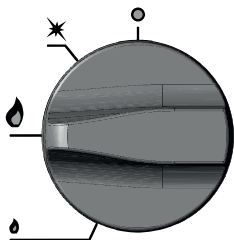

Rysunek 9. Ustawienie pokrętkła w którym zasilany przez gaz jest jedynie palnik pilotowy.
- Przekręcić wciśnięte pokrętkło w położenie „palnik pilotowy” jak na Rys. 9 (ruch przeciwny do ruchu wskazówek zegara)
- Nie korzystając chwilowo z palnika należy pokrętkła nim sterujące przekręcić na pozycję „palnik pilotowy” (Rys. 9)